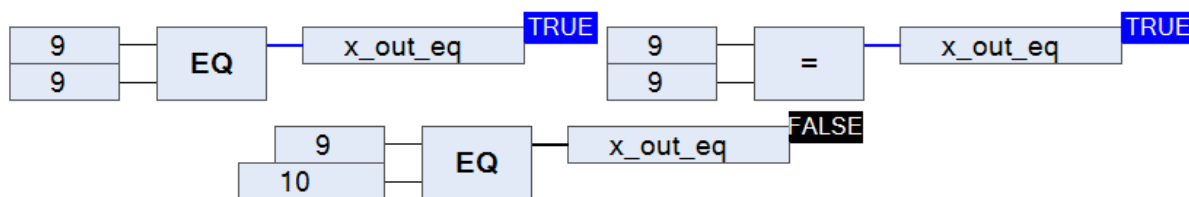

Рисунок 2.35 – Оператор сравнения «Равно»
**Оператор сравнения «Равно».** Оператор сравнения «Равно» может обозначаться письменно как «EQ», так и символьно «=». Работает следующим образом: если значение первого входа равно значению второго – результатом будет логическая единица, иначе – логический ноль (рис. 2.35).